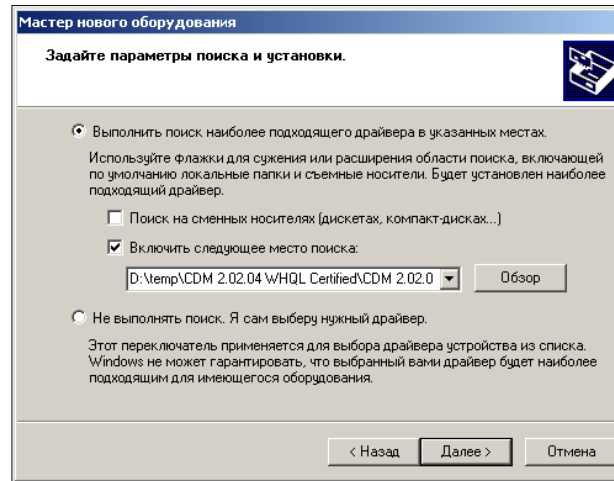

Рис. 3.11
- ♦ При инсталляции драйвера необходимо указывать его местоположение (папку, куда Вы скачали файл с драйверами). Выберите “Поиск подходящего драйвера в указанных местах”. Введите в строке путь к файлу, рис. 3.11 или, нажав на кнопку “Обзор”, выберите и укажите папку, в которой находятся драйвера. После того, как выбрали и указали путь, нажмите кнопку “Далее” для продолжения установки.